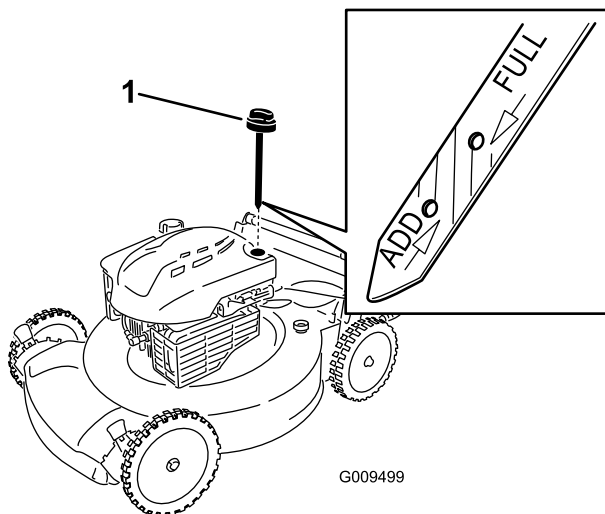

Figura 4
- Rimuovete l'asta di livello (Figura 4) e versate nel tubo di riempimento una quantità d'olio pari a circa 3/4 della capacità del carter.
5. Rimuovete l'asta di livello e controllate il livello dell'olio sulla stessa; vedere Figura 4.